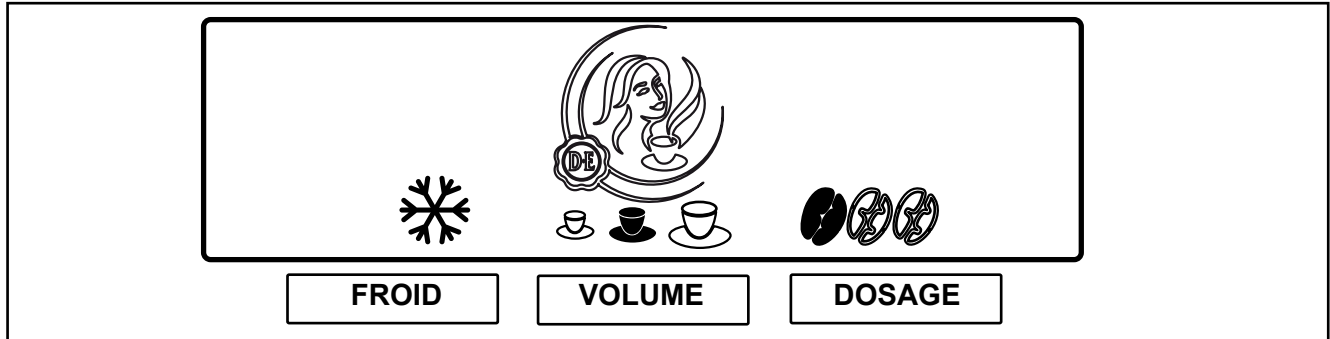

Fig. 15
Votre distributeur est équipé de possibilités de présélection. Il se pourrait que le technicien du service après-vente ait activé une de ces possibilités de présélection lors de l'installation. L'actionnement des touches de présélection lance l'affichage des possibilités de présélection ci-après (Fig. 15):
2. Appuyez sur la touche de présélection **FROID** pour activer ce choix. Le pictogramme pour **FROID** s'affiche. (Fig. 15)
2. Appuyez sur la touche de présélection **VOLUME** pour activer ce choix. L'affichage affiche trois tasses (petite - moyenne - grande). (Fig. 15)